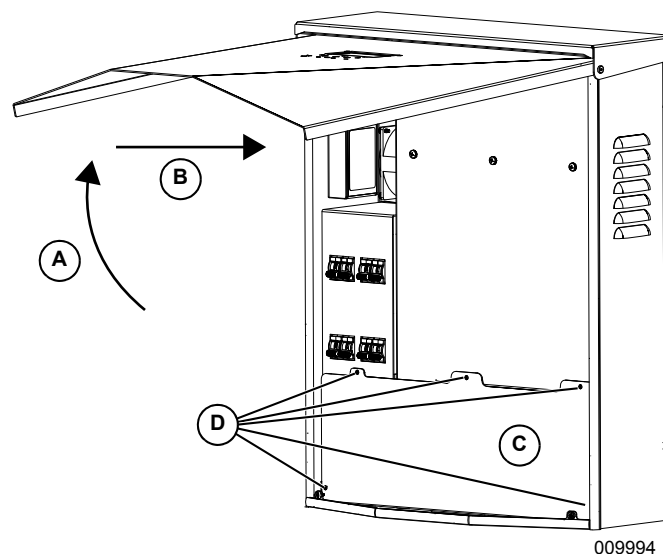

Figure 7-1. Compartiment de câblage
4. Voir Figure 7-1. Ouvrir le capot avant de l'onduleur en le soulevant par le bas jusqu'à l'horizontale (A) et en le poussant (B).
5. Trouver l'emplacement du couvercle de compartiment de câblage (C).
6. Retirer les cinq vis M4X10 (D) et le couvercle du compartiment de câblage.